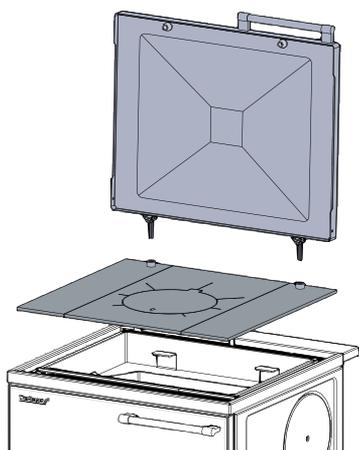

Fig. 13 Pulire la copertura isolante e la piastra di cottura
1. Rimuovere e pulire la copertura isolante e la piastra di cottura – fig. 13.